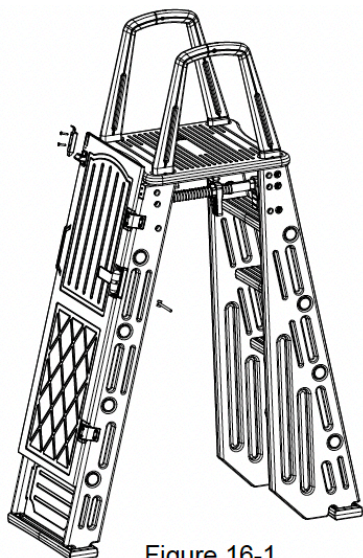

Figure 16-1
14. Le portail peut être configuré pour s'ouvrir du côté gauche ou du côté droit. Si l'ouverture se fait du côté gauche (côté du montant extérieur gauche marqué «L»), fixez le verrou à ressort sur le portail à l'aide de deux vis autotaraudeuses ST5.5x30. Sélectionnez la position appropriée du trou de vis sur le corps du ferme-porte et serrez le bras du ferme-porte en vous assurant d'obtenir une force de fermeture suffisante (voir Figure 16-1). Si le portail s'ouvre du côté droit (côté du montant extérieur droit marqué «R»), référez-vous à la Figure 16-2 pour la position du verrou à ressort et du bras du ferme-porte.